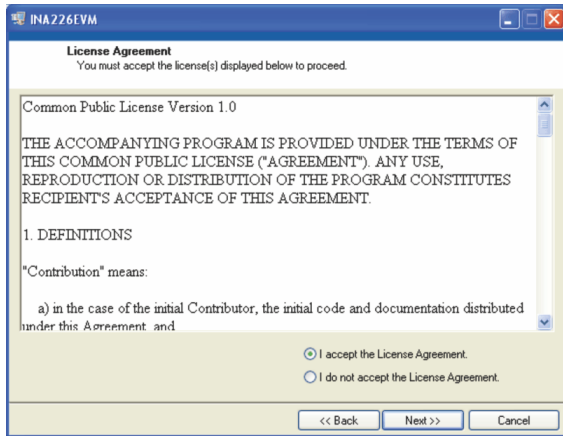
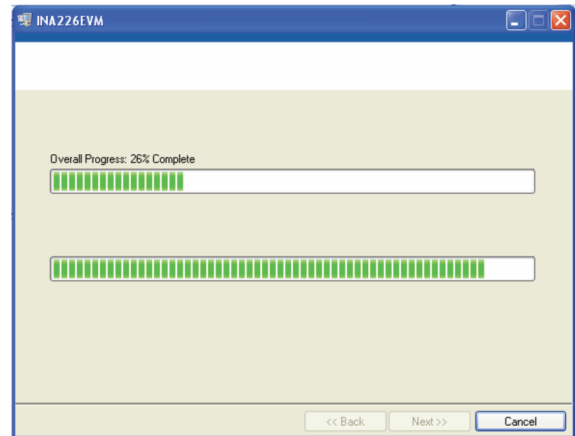

图 5-2. INA226EVM 许可协议
图 5-3. INA226EVM 软件安装进度
安装过程初始化后，用户可以选择安装程序的目录；默认位置为 **C:\Program Files\INA226** 和 **C:\Program Files\National Instruments**。选择相应选项后，图 5-2 会显示继续安装必须接受的两个许可协议。接受德州仪器 (TI) 和 National Instruments 许可协议后，图 5-3 会显示随即打开的进度条并显示安装的软件。安装过程完成后，点击 **Finish** 关闭窗口。